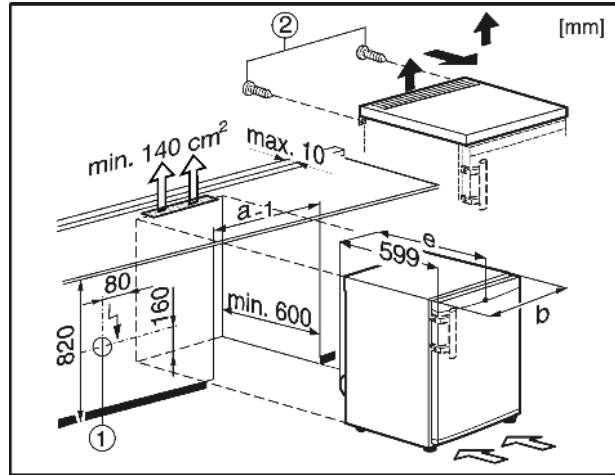

Fig. 9
El enchufe Fig. 9 (1) no debe colocarse detrás del electrodoméstico y debe ser accesible.
- Extraiga los tornillos Fig. 9 (2) de la parte trasera del frigorífico.